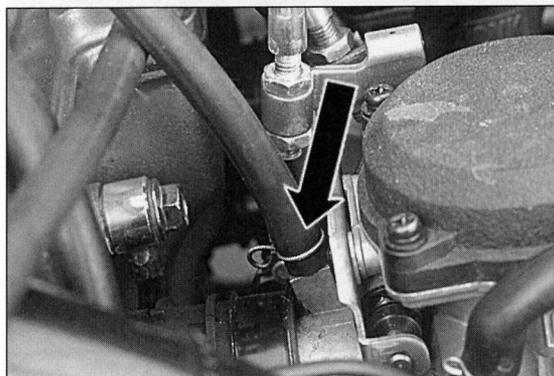

Bild 48
- Unterdruckschläuche abziehen und Unterdruck-Messuhren gegebenenfalls mit passendem Adapter an Unterdruckanschlüsse (Bild 48) anschliessen.